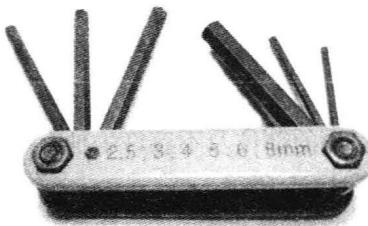

图 1-2 组合内六角扳手
① 内六角扳手，有制成7字形杆状的，整体外形为六角体，也有多种规格组合在一起，做成组合形式的，如图1-2所示。每种规格只适合装拆一种规格的内六角螺钉。